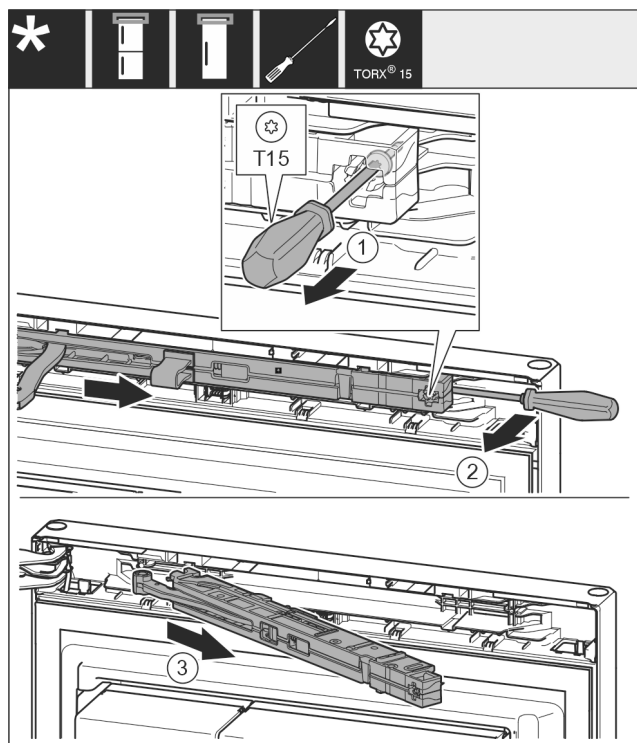

Fig. 15
- Allentare la vite Fig. 15 (1) sull'unità ammortizzatore di chiusura di 14 mm.
- Estrarre l'unità ammortizzatore di chiusura Fig. 15 (2) dal lato della maniglia facendo leva in avanti con un cacciavite.
- Estrarre l'unità ammortizzatore di chiusura Fig. 15 (3).